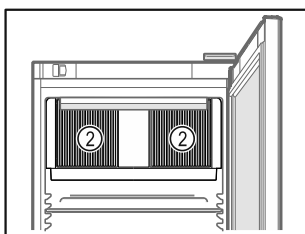

Fig. 78
- Διατηρείτε ελεύθερες τις σχισμές αερισμού Fig. 78 (2) του ανεμιστήρα στο εσωτερικό.